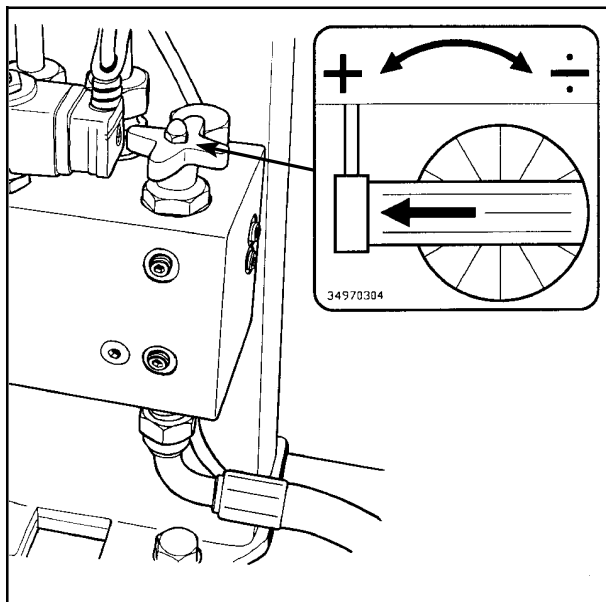

Fig. 8-1
- 8.1** Start traktoren og la den gå på ca. 1000 omdreininger pr. minutt. Løft maskinen klar av bakken. Oljetilførselen til pakkemaskinen reguleres ved hjelp av to justerings-ventiler som sitter på ventilblokken bak på maskinens "hals" (Se fig. 8-1).